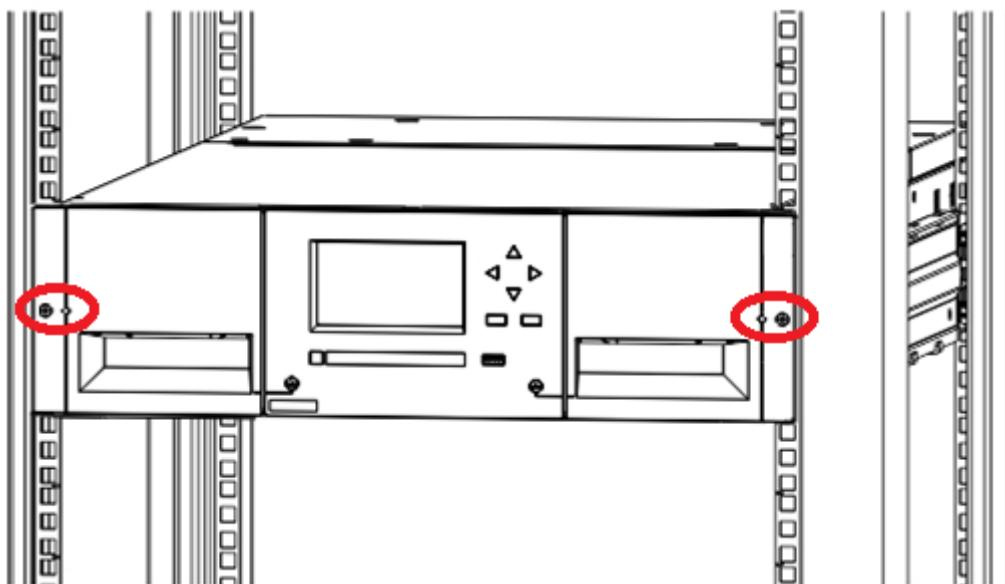

図 1-35 ラック内のライブラリ
- プラスドライバを使用して、モジュールをラック前面に緩やかにねじ留めします。ねじは各サイドに 1 つずつです。図 1-35 の丸で囲まれた領域を参照してください。
1. ライブラリの前面から、それぞれのモジュールがレールに取り付けられている箇所のねじ（図 1-35 参照）を 2 回転分緩めます。